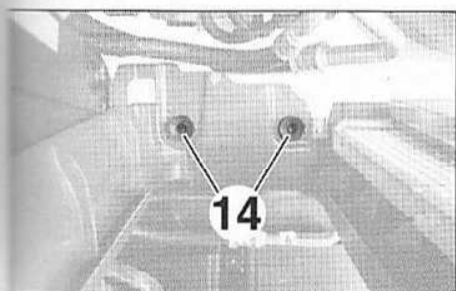

FIG.89
- Contrôler la présence des silentblocs (14) (Fig.89).
- Contrôler le bon positionnement de l'échangeur air/air (13) dans les silentblocs.